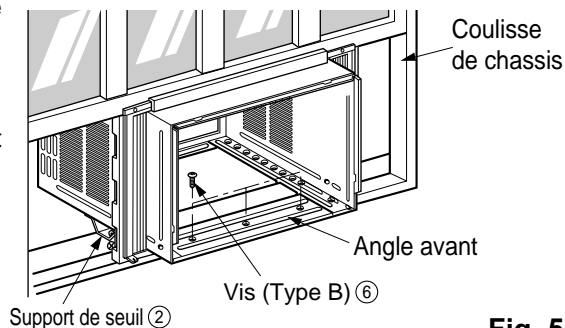

Fig. 5
6. Installez le boîtier avec une inclinaison d'environ 1/2" (1,27 cm) vers l'extérieur (Voyez la fig. 5). Réglez l'écrou et le boulon des supports de seuil ② de manière à équilibrer le boîtier.
7. Fixez le boîtier au rebord de fenêtre à l'aide de vis de type B ⑥ (16 mm [5/8"] de long) passant à travers de l'angle avant du boîtier et se logeant dans le rebord de fenêtre.
8. Tirez chaque volet d'étanchéité ① entièrement contre chaque coulisse de châssis et répétez l'étape 2.